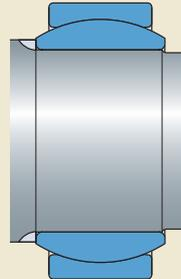

Bild 18
- Aussparungen oder Gewindelöcher in der Gehäusebohrung (→ Bild 18)